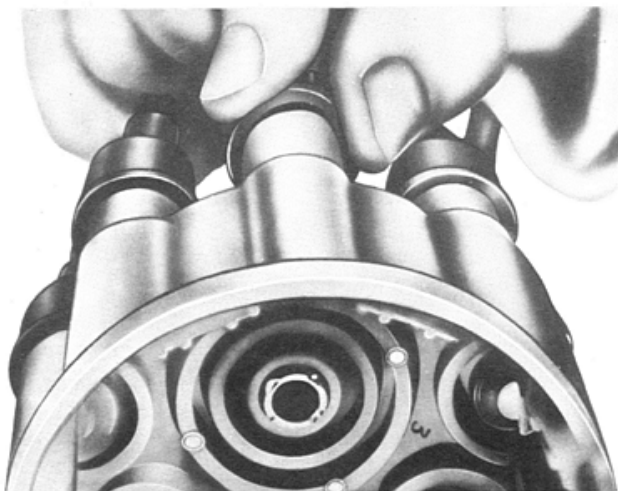

Fig. 5 Instalando o Cabo Secundário na Tampa do Distribuidor
e se caso acontecer verificar o circuito da Fig.5. (Linha grossa).
- Quando um novo conjunto de cabo for instalado, ao colocar a coifa e o cabo sobre a tampa do distribuidor, empurrar levemente o cabo e depois forçar um pouco a borda maior da coifa (Fig.5), para que o ar que se comprime dentro da torre escoe e permita um perfeito assentamento do cabo e luva.